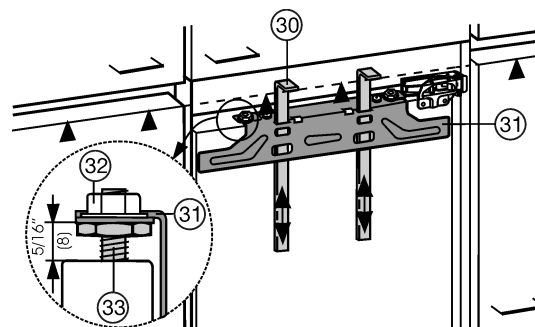
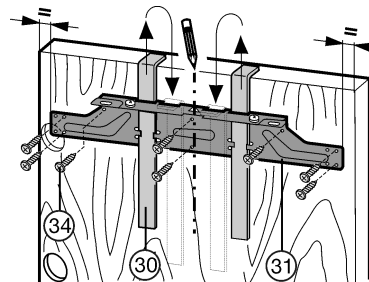

Fig. 30
Fig. 31
- ▶ Desplace hacia arriba las ayudas de montaje Fig. 30 (30) a la altura de la puerta del mueble. Canto inferior de tope ▲ de la ayuda de montaje = canto superior de la puerta del mueble que se ha de montar.
- ▶ Desatornille el travesaño de fijación Fig. 31 (31) mediante las contratuercas Fig. 30 (32).
- ▶ Enganche el travesaño de fijación Fig. 31 (31) con las ayudas de montaje Fig. 31 (30) en la cara interior de la puerta del mueble.
- Alinear el travesaño de fijación Fig. 31 (31) centrado: trace una línea central corta en la puerta del mueble y coloque encima la punta de la flecha del travesaño.
- Alinear el travesaño de fijación Fig. 31 (31): trace una línea central corta en la puerta del mueble y coloque encima la punta de la flecha del travesaño. A continuación, desplace el travesaño de fijación Fig. 31 (31) 3/16 pulgadas (5.5 mm) hacia el lado de la bisagra.
- Atornille el travesaño de fijación Fig. 31 (31) con 6 tornillos Fig. 31 (34) como mínimo.
- Atornille el travesaño de fijación Fig. 31 (31) con 4 tornillos Fig. 31 (34) en el borde.
- Extraiga las ayudas de montaje Fig. 31 (30) hacia arriba e introdúzcalas invertidas en los orificios de alojamiento adyacentes.